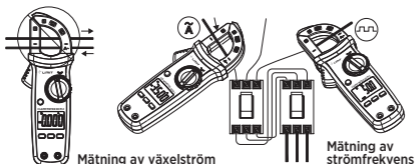

Bild 2
1. Mätning av växelström/strömfrekvens (bild 2)